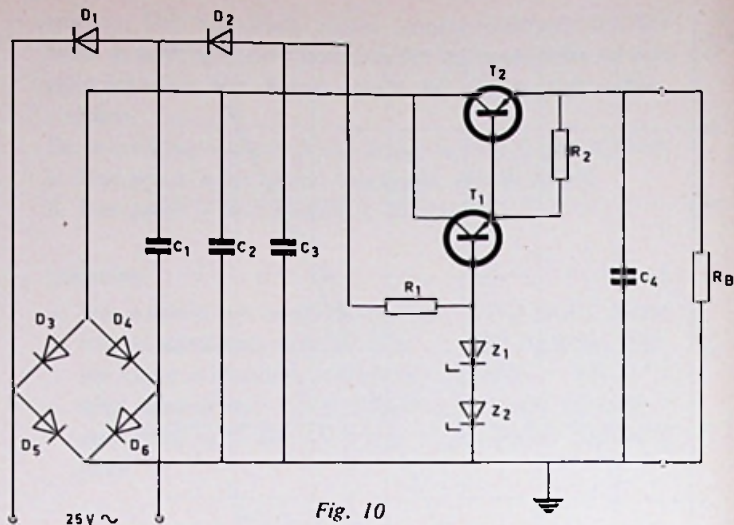

Fig. 10
5. In de hierna volgende verklaring van de werking van een gestabiliseerd voedingsapparaat, waarvan in fig. 10 het schema is weergegeven, ontbreken enkele gegevens.